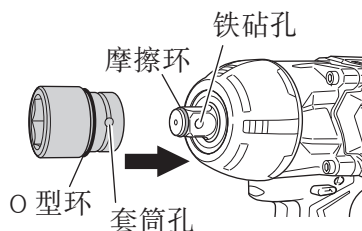

图 6
- (1) 将 O 型环滑出凹槽，将套筒孔与铁砧孔对齐，将铁砧插入套筒。（图 6）